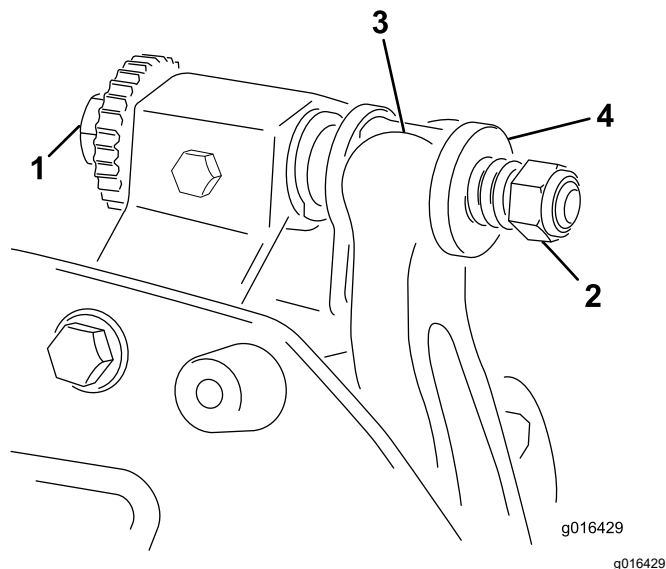

图 17
1. 逆时针旋转底刀架调节螺丝将底刀后撤离开滚刀 图 17。
2. 退出弹簧加压螺母直到垫圈不再对底刀架 图 17 施压。
1. 安装底刀架/底刀总成将安装吊耳固定在垫圈与底刀架调节螺丝之间 图 17。